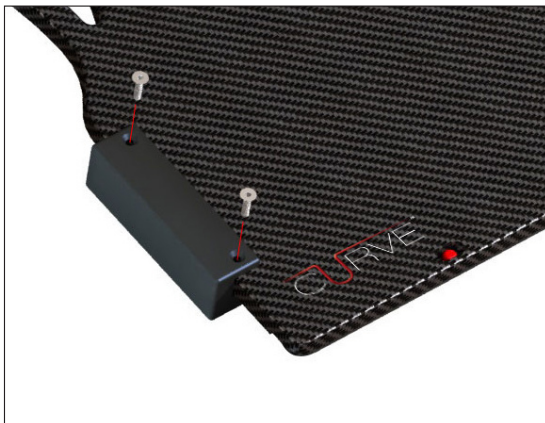

図6
1. いずれかのアダプターをデバイスの片側の下図の位置に取り付けます。ここではそれぞれ  $\frac{1}{4}$ -20 x  $\frac{1}{2}$  インチのネジ2本を使用して取り付けます。(図6)
3. 2ピン位置決めバーを目的の位置に配置します(取り付け後は位置決めバーのピンとデバイス下部の孔が揃った状態になります)(図6、7、8)。